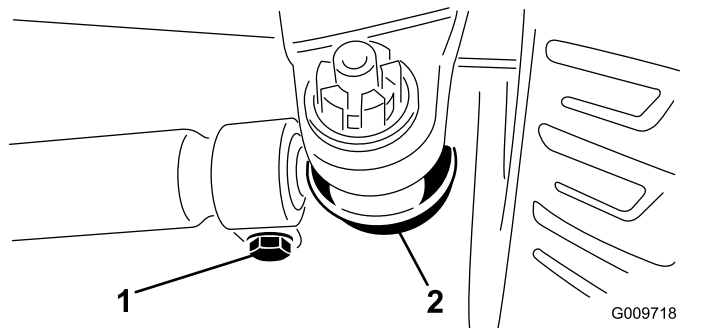

図 77
3. 調整は、両側のタイロッドのボールジョイントからコッターピンとナットを外して行う 図 77。